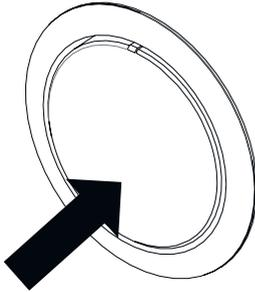

Рис. 14: Всплывающая кнопка выключена
- При завершении приготовления, поверните переключатель в положение Выкл (вверх) и нажмите ее внутрь (Рис. 14).